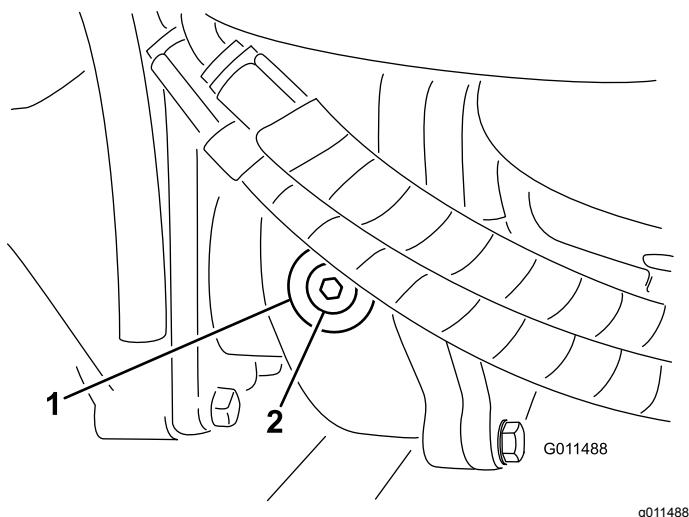

Figure 93
2. Enlevez le bouchon de contrôle/remplissage du côté gauche du boîtier d'engrenages et vérifiez que le lubrifiant atteint la base de l'orifice (Figure 93).